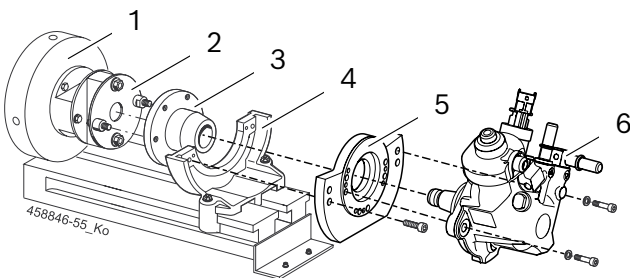

Fig. 1: Opspænding af CP4
1. Drivkobling 1 686 401 024 (fig. 1, pos. 2) fastgøres på svingskiven (fig. 1, pos. 1) på EPS 708. Tilspændingsmomentet for monterings skrue udgør 95 ± 2 Nm.
2. Montér opspændingsflangen (fig. 1, pos. 5) på CP4 (fig. 1, pos. 6).
3. Sæt CP4 med opspændingsflangen i opspændingsvinklen (fig. 1, pos. 4), og fastgør den.
4. Montér drivflangen (fig. 1, pos. 3) på CP4-drivaksel. Spændingsmøtrikkens tilspændingsmoment: $80 + +10$ Nm.